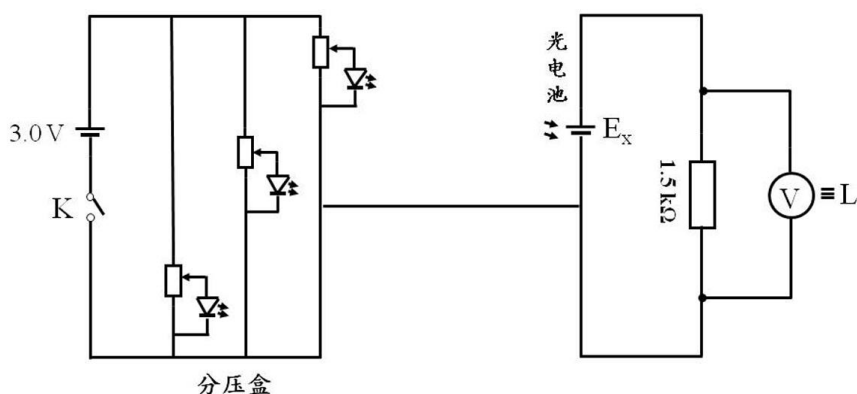

图 8 RGB 配色相对光强测量
(1) 按图 8 接线，调节分压盒，分别采用两个 LED，在 $I \leq 100\text{mA}$ 内，配出标准色卡的黄色、青色、紫色，将光电池放置于白屏处，测量两个 LED 的及配色的相对光强 L ，给出两个基色的光强比。
(2) 按图 8 接线，调节分压盒，采用三个 LED，在 $I \leq 100\text{mA}$ 内，配出标准色卡的白色，将光电池放置于白屏处，测量三个 LED 的及配色的相对光强 L ，给出三个基色的光强比。